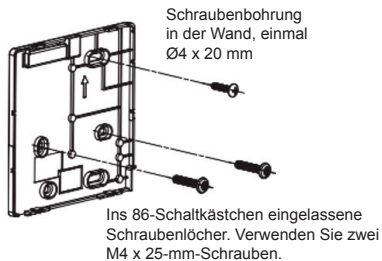

Abb. 4
2.3.3 Montieren Sie die Rückseiten-Abdeckung mit zwei M4x25-Schrauben am 86-Schaltkästchen und befestigen Sie dieses mit einer M4x20-Schraube an der Wand (Abb. 4).